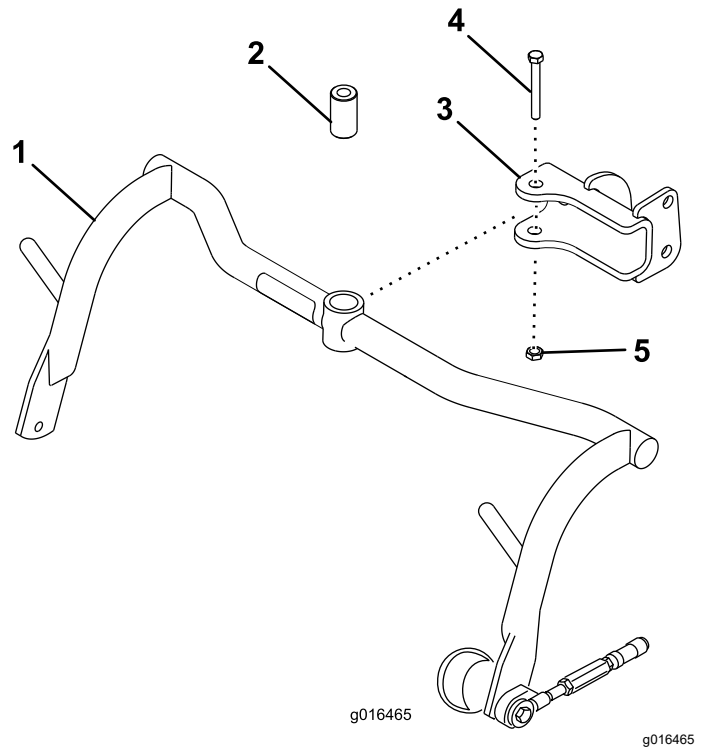

図 6
1. 各クレビスにキャリアフレームを取りつけるスペーサ、ボルト $\frac{1}{2}$ " x $3\frac{1}{4}$ "、ロックナット $\frac{1}{2}$ "を使用する 図 6。91-113 N·m 9.3-11.3 kg·m = 67-83 ft·lb にトルク締めする。